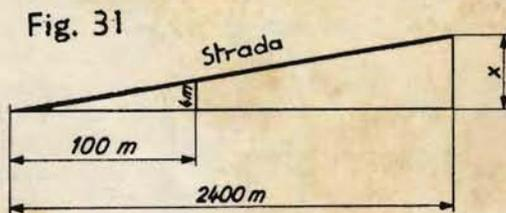

Fig. 31
**Problema 6:** Una strada lunga  $m$   $2400$  sale uniformemente di  $4$  metri ogni  $100$  metri. Qual è la salita complessiva della strada? (vedi fig. 31).